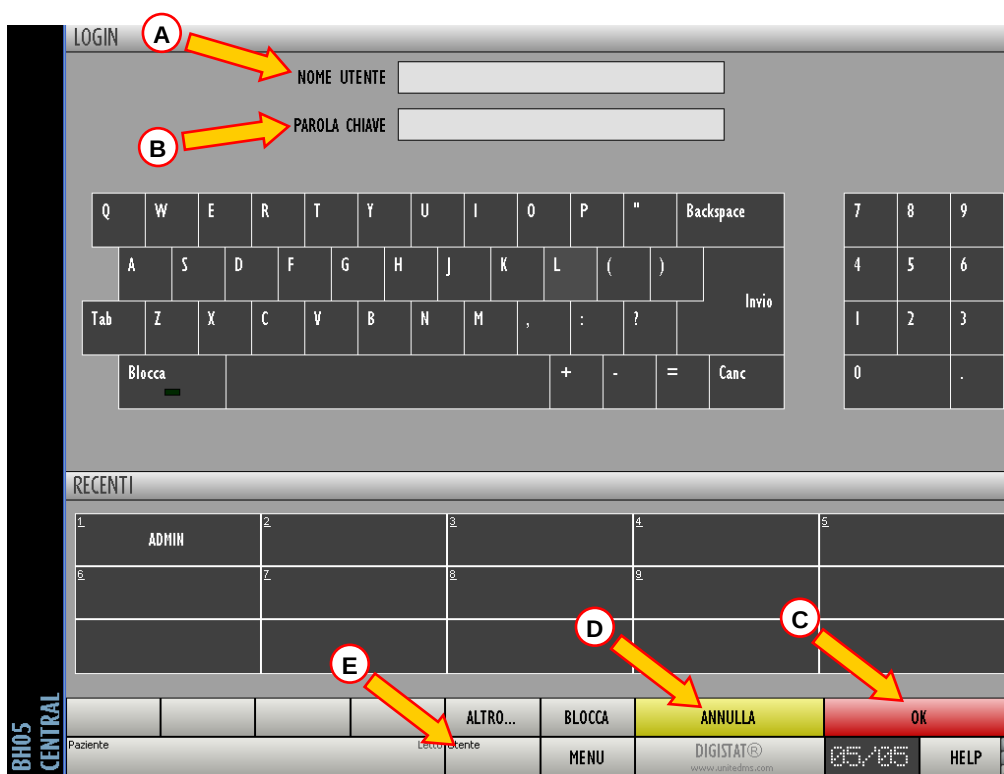

Fig 7 – Accesso al sistema
Per questo motivo, all'inizio di ogni sessione di lavoro, è necessario cliccare il pulsante **UTENTE** (Fig 7 E).
- inserire il proprio nome utente nel campo “Nome utente” (Fig 7 A)
- inserire la propria password nel campo “Parola chiave” (Fig 7 B).
- cliccare il pulsante **OK** (Fig 7 C).
- cliccare il pulsante **ANNULLA** (Fig 7 D).
Per connettersi di nuovo è sufficiente cliccare di nuovo sul pulsante **UTENTE**. Apparirà di nuovo la schermata mostrata in Fig 7.
In questo caso è sufficiente, quando il sistema si trova sulla pagina di Log in (Fig 7),
Si chiuderà la finestra “Elenco utenti”. Il nome dell'utente selezionato apparirà nel campo “Nome utente” della schermata di accesso al sistema (Fig 7 A).